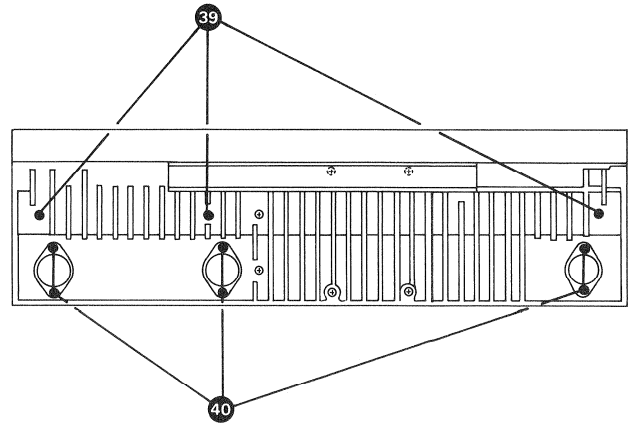

Fig. 2.16.-1
- Pro Print 1 Schraube (39) (Fig. 2.16.-1) lösen.
- Leistungstransistor lösen (2 Schrauben (40) Fig. 2.16.-1) und aus der Halterung herausziehen.
- Remove one screw (39) (fig. 2.16.-1) per printed circuit board.
- Remove the power transistors (2 screws (40) fig. 2.16.-1) and take them out of the holders.